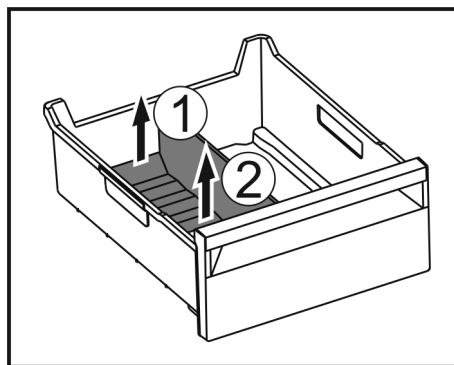

Fig. 138
- Sollevare la parte posteriore del divisore dello scomparto del ghiaccio. Fig. 138 (1)
- Rimuovere il divisore dello scomparto del ghiaccio verso l'alto. Fig. 138 (2)